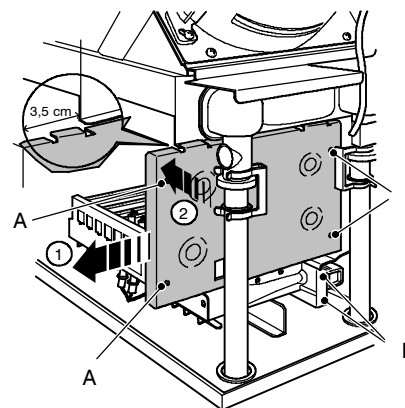

fig. 8.1
- 4 Svitare le viti A (fig. 8.1) e spostare verso sinistra il pannello laterale della camera di combustione.
- 5 Svitare le viti B (fig. 8.1) e togliere il deflettore.
- 6 Svitare le viti C (fig. 8.1) e rimuovere il pannello anteriore della camera di combustione sfilandolo lateralmente per circa 3,5 cm, ruotandolo